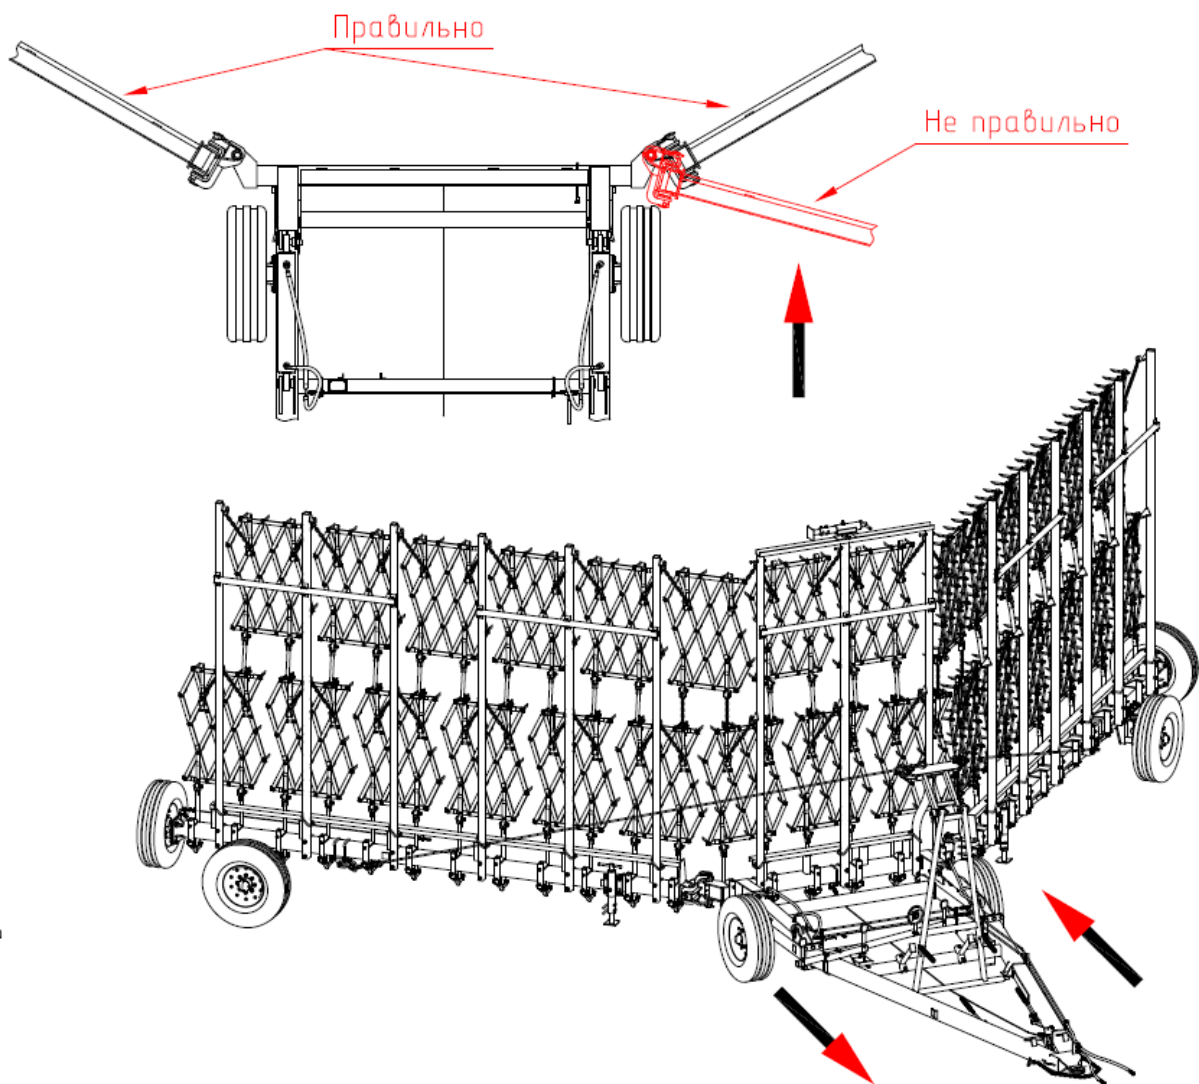

Рис.16 Маневр для перевода бороны в транспортное (рабочее) положение.
7.5.2. Движением трактора назад (рис.17) перевести боковые балки с боронами в рабочее положение (рис.16) (в одну линию с центральной балкой).